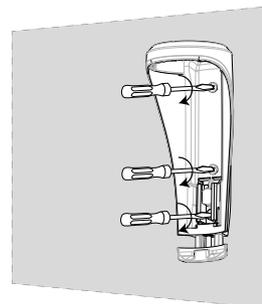

Figura 6:
4. Avvitare la staffa alla superficie di montaggio. Vedere Figura 6.